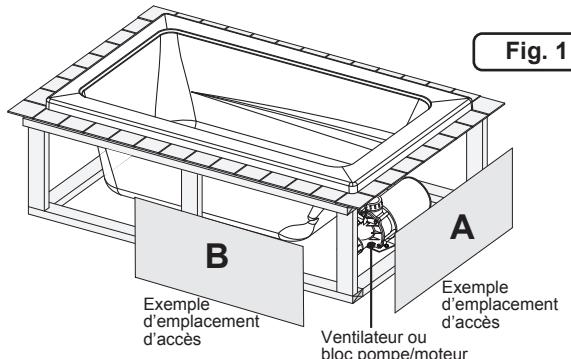
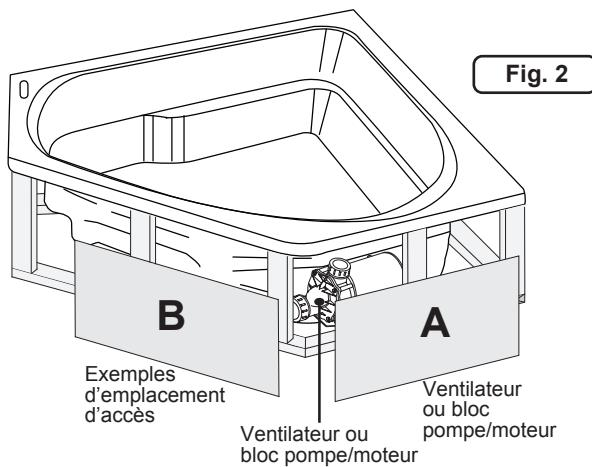

Fig. 1
Fig. 2
- Selon le code CUP, l'accès doit être fourni vers le bloc pompe/moteur pour votre modèle spécifique (Figure 1 et Figure 2).